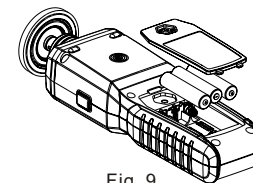

Fig. 9
- Le produit est alimenté par trois batteries 1,5V AAA. Veuillez vous référer à la Fig.9 pour installer ou remplacer les batteries.